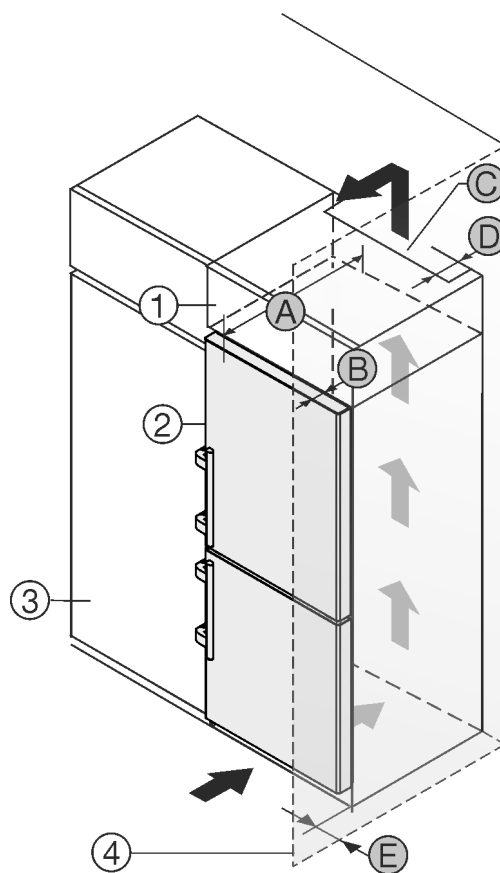

Fig. 51
Перед встановленням пристрою можна змінити його конструкцію відповідно до кухонної шафи. Щоб привести висоту пристрою *Fig. 51 (2)* у відповідність із розмірами кухонної ніші, можна встановити на нього спеціальну шафу *Fig. 51 (1)*.
Пристрій можна встановлювати безпосередньо поряд із кухонною шафою *Fig. 51 (3)*. Щоб мати можливість повністю відкривати дверцята, потрібно, щоб пристрій стояв на відстані глибина *Fig. 51 (B)* відносно передньої панелі кухонної шафи. Залежно від глибини кухонної шафи та використання пристінних розпірок пристрій може ще більше видаватись вперед.
- Глибина *Fig. 51 (D)* вільного простору вздовж усієї задньої сторони шафи повинна бути.
- Слід дотримуватись вентиляційного отвору *Fig. 51 (C)* в стелі приміщення.
Якщо пристрій з шарнірами встановлюється поряд зі стінкою *Fig. 51 (4)*, слід дотримуватись відстані *Fig. 51 (E)* між пристроєм та стінкою. Це відповідає необхідній відстані для ручки після відкривання дверцят.